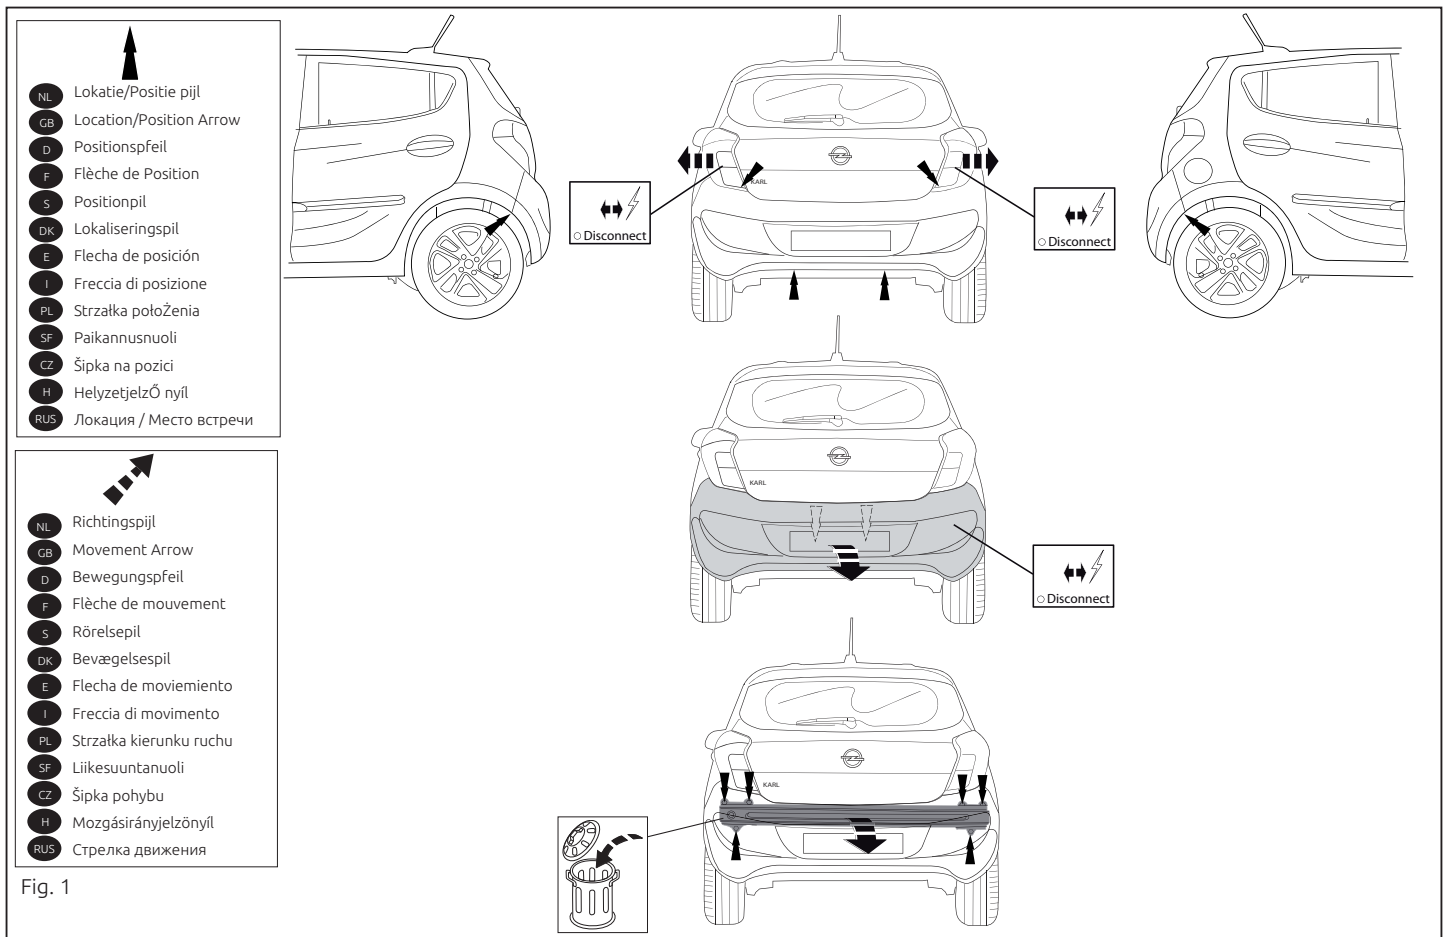

Fig. 1
1. Remove the rear-light units. Remove the bumper and the steel buffer beam from the vehicle. The buffer beam will no longer be needed. See figure 1.
1. Die Rücklichter abmontieren. Die Stoßstange einschließlich des stählernen Stoßbalkens vom Fahrzeug abmontieren. Der Stoßbalken wird nicht mehr benötigt. Siehe Abbildung 1.
бится. См. рисунок 1.
la traverse en acier ; la traverse ne sera plus utilisée. Voir la figure 1.